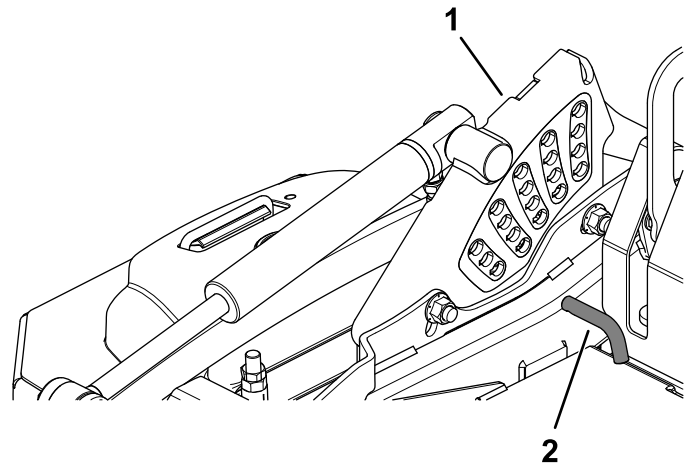

Bild 24
2. Drehen Sie den Schnitthöhenstift so lange, bis der Anschlagstift mit den Schlitzen in den Löchern in der Schnitthöhenhalterung ausgefluchtet ist. Nehmen Sie ihn dann ab (Bild 24).
3. Führen Sie den Schnitthöhenstift in das Loch ein, das der gewünschten Schnitthöhe entspricht (Bild 24).
Die Schnitthöhen finden Sie auf dem Aufkleber an der Seite der Mähwerkhubplatte (Bild 24).